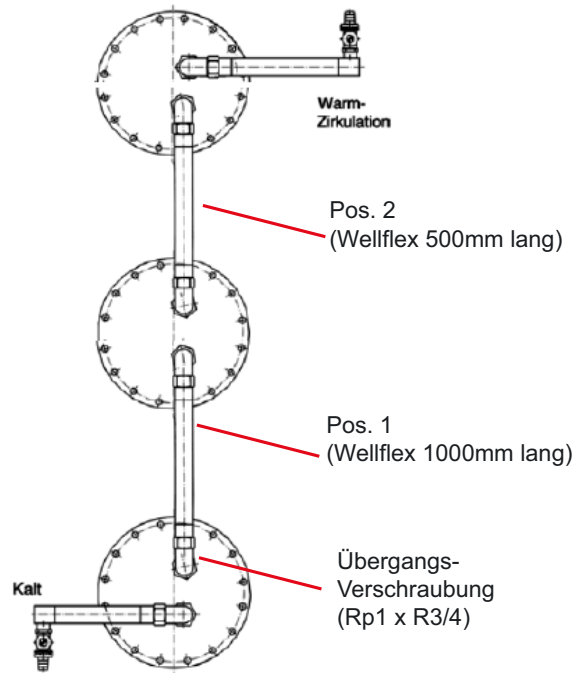

Abb.5: Anschlussschema PWD 900 und PWD 1250
- 1) Reduzierstück (Rp1 x R3/4) am oberen Anschluss des Vorwärm-Wärmetauschers (R1) montieren und Wellrohr (1000 mm lang, Pos. 1) aufschrauben. Das andere Ende des Wellrohres anschließend mit dem unteren Anschluss des mittleren Wärmetauschers verbinden (Abb. 5).
- 2) Wellrohr (500 mm lang, Pos. 2) am oberen Anschluss des mittleren Wärmetauschers und am unteren Anschluss des oberen Wärmetauschers anschließen (Abb. 5).